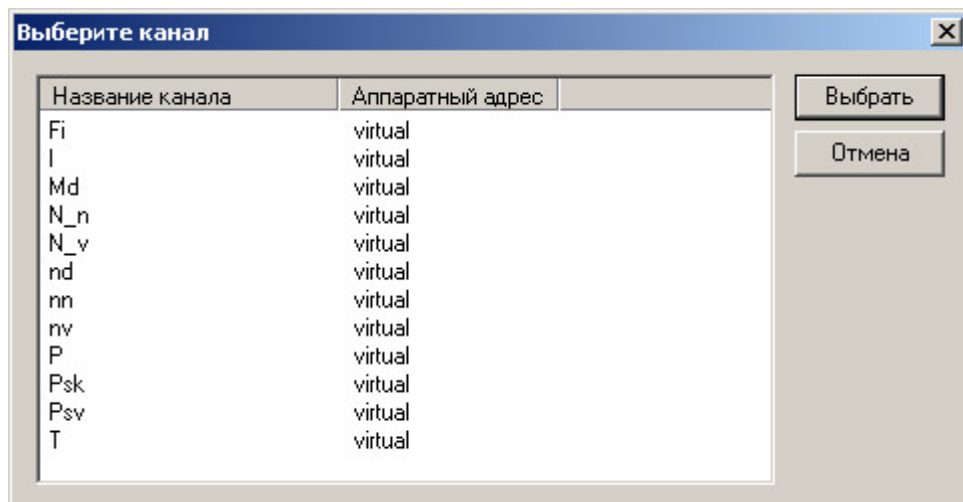

Рис. 7-21 Окно выбора каналов
1. *Добавить линию.* На панели *Линии* при помощи кнопки *Добавить* надо открыть окно *Выбор каналов* (Рис. 7-21) и в этом окне выбрать нужный канал. Можно выбирать только один канал. Поэтому, если необходимо добавить несколько, то все действия надо повторить.